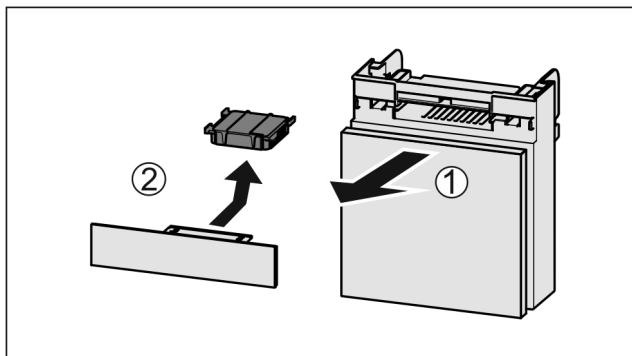

Fig. 170
- Predal izvlecite *Fig. 170 (1)* naprej.
- Odstranite *Fig. 170 (2)* aktivni ogleni filter.